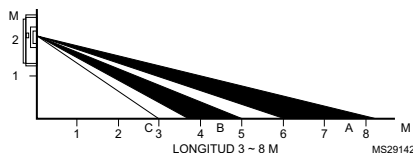

Fig. 1. Vista lateral del patrón de detección de PIR.
- Longitud:** 3 a 8 metros, si se monta a 2 metros por sobre el suelo (consulte la Fig. 1)